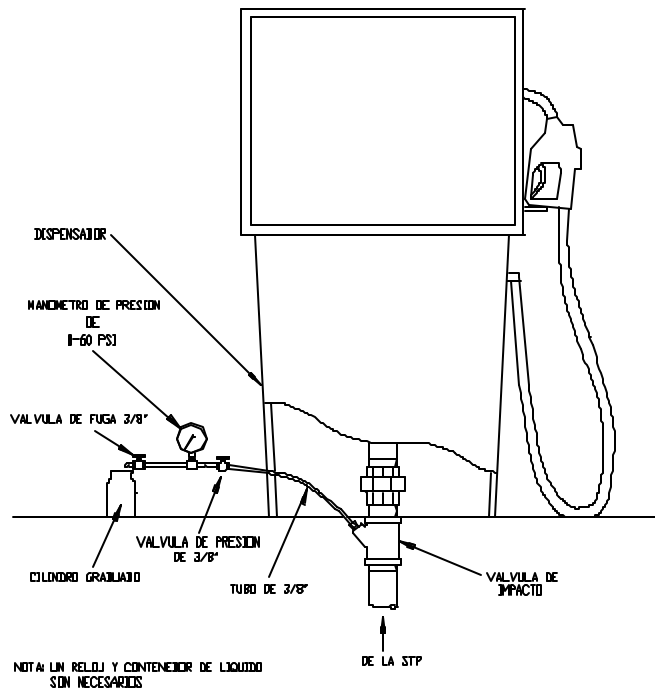

Figura 1
Para probar apropiadamente un detector de fugas de línea, se requiere lo siguiente: un cilindro graduado (normalmente graduado en mililitros) de aproximadamente 300 ml de volumen, un orificio que permita la fuga de 3 galones por hora a 10 psi (vea Figura 1) y un cronómetro o reloj con segundero.
- Apague la bomba en el centro de carga, alivie la presión en la línea y saque el tapón que está en la válvula de impacto. Asegúrese de tomar las medidas necesarias para atrapar el líquido que escape para prevenir la contaminación del ambiente. Instale el aparato de prueba de fuga (manómetro de presión, válvula de fuga y válvula de presión) en el orificio de la válvula de impacto, vea Figura 1. El aparato de prueba de fuga será usado para simular una fuga de 3 gph a 10 psi.